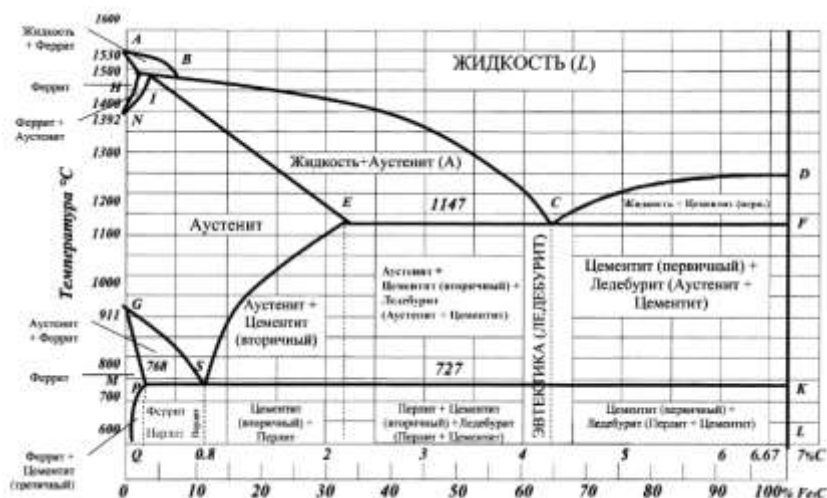

Рисунок 1 – Диаграмма состояния «Железо-Цементит»
2. На листе формата А4 вычертить диаграмму состояния Fe-Fe₃C (рис. 1). Обозначить структурные составляющие во всех областях диаграммы и описать какие структурные и фазовые превращения будут происходить при медленном охлаждении из жидкого состояния сплава.